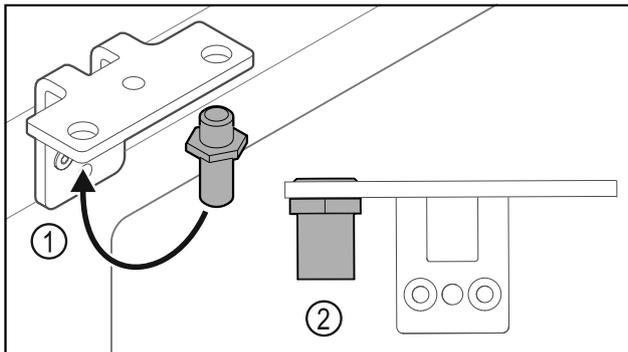

Fig. 32
- Spostare il perno Fig. 32 (1) nella cerniera angolare.
- Serrare il perno Fig. 32 (2) con una **coppia di 12 Nm**.